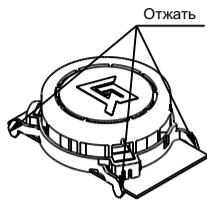

Рисунок 4
- отжать замки на дымовой камере (рисунок 4) и снять ее;